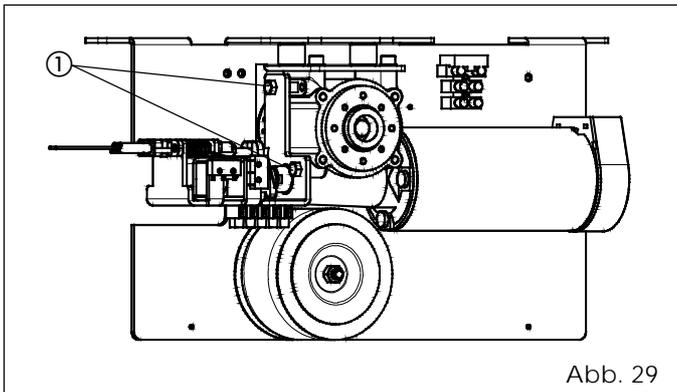

Abb. 29
- Die Motorsperre mit den zwei mitgelieferten Schrauben gemäß Abbildung 29 - Bez. ① montieren.